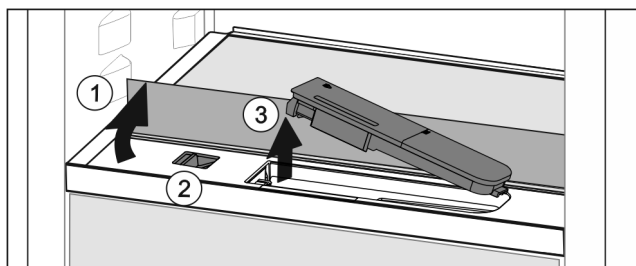

Fig. 173
- ▶ 抬起玻璃隔板，将其向后翻转至止挡 Fig. 173 (1)。
- ▶ 向左推滑块 Fig. 173 (2)。
- ▶ 取出水箱 Fig. 173 (3)。